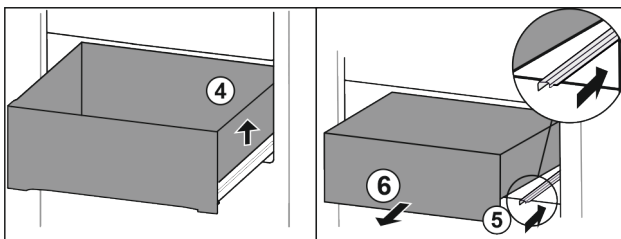

Fig. 63
- ▶ Levante el cajón por la derecha. Fig. 63 (4)
- ▶ Retraiga la guía derecha. Fig. 63 (5)
- ▶ Extraiga el cajón hacia adelante. Fig. 63 (6)